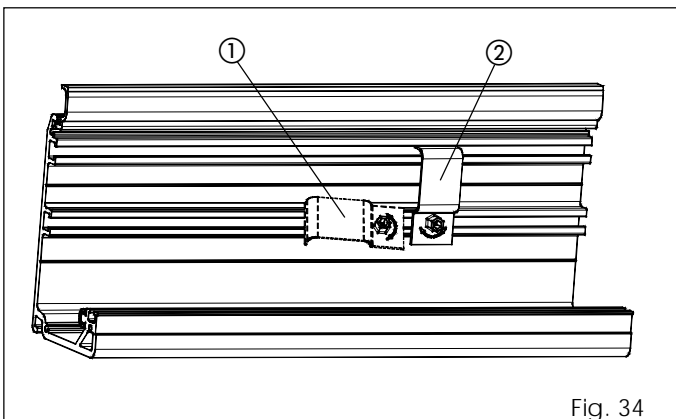

Fig. 34
Monteer de bijgeleverde kabeldoorgangen parallel aan het profiel (fig. 34 ref. ①), draai hen vervolgens 90° om de blokkering te verkrijgen (fig. 34 ref. ②).